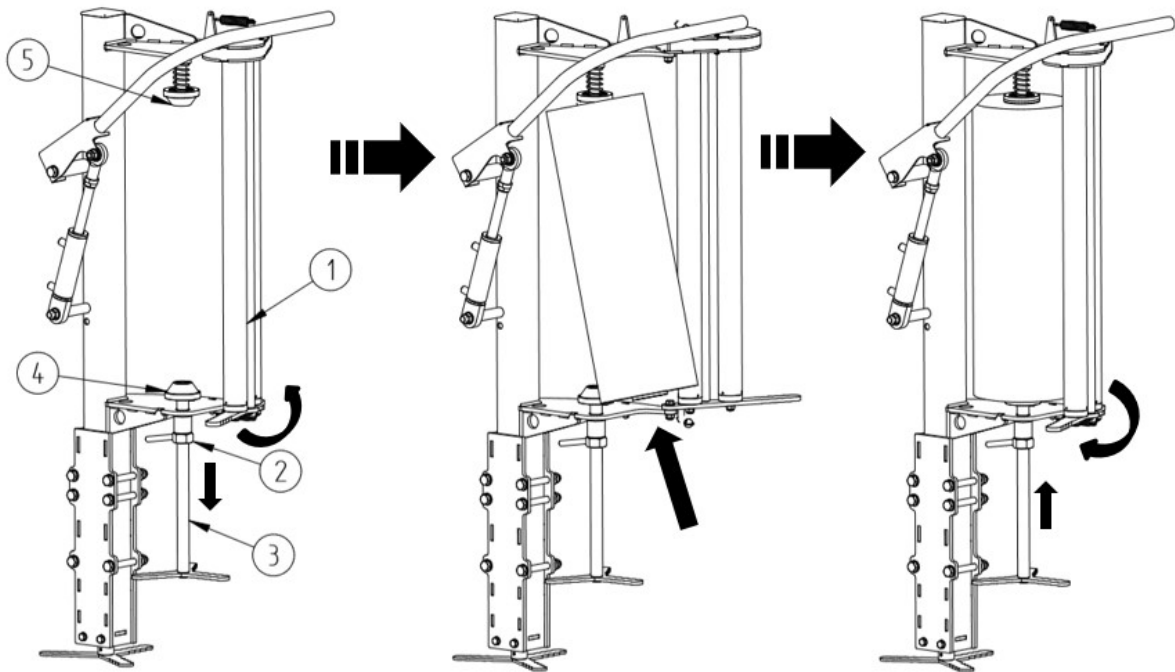

Abbildung 31 Folienmontage
(1) Rolle I, (2) Rolle II, (3) Folie
Die Folienmontage sollte in der in Abbildung 31 gezeigten Richtung erfolgen. Die richtig montierte Folie (3) wird beim Abwickeln erst die Rolle I umflichten, und dann, hinter der Rolle II (2) geführt, wickelt sich um den ersten zu wickelnden Ballen.